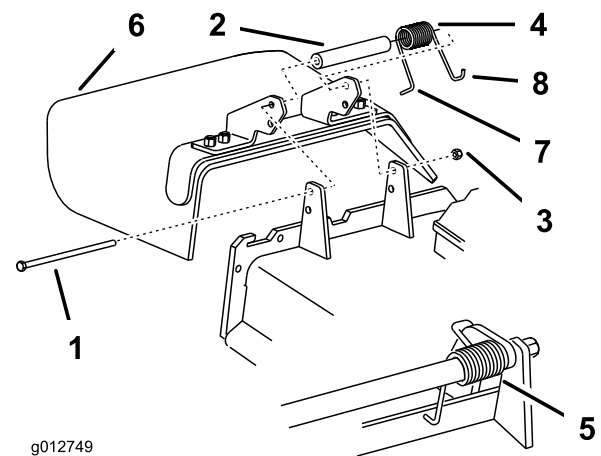

Figura 89
Nota: Asegúrese de colocar el extremo en L del muelle detrás del reborde de la plataforma antes de instalar el perno, según se muestra en la Figura 89.
3. Instale el perno y la tuerca. Coloque el extremo en J del muelle alrededor del deflector de hierba (Figura 89).